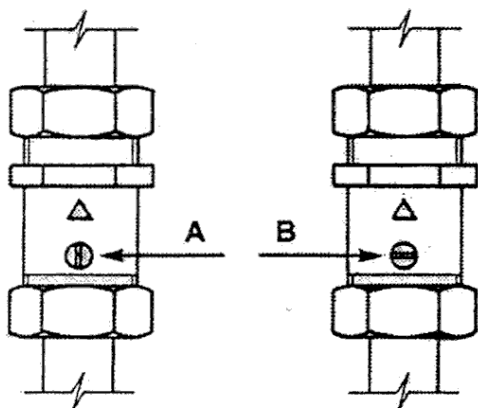

fig. 20
- Il riempimento della caldaia e del circuito di riscaldamento avviene aprendo il rubinetto di carico impianto e le valvole di ritegno (lato riscaldamento e lato sanitario) ruotando l'apposita vite in posizione trasversale rispetto alla tubazione (vedi fig. 20). Aprire le valvole d'intercettazione, ove presenti; il riempimento deve essere effettuato lentamente per facilitare l'espulsione dell'aria attraverso gli spurghi del circuito.
- Completato il riempimento riportare le viti delle valvole di ritegno in posizione normale (vedi fig. 20)
Procedere allo svuotamento del circuito di riscaldamento tramite l'apposito rubinetto, assicurarsi che la valvola di ritegno del circuito di riscaldamento sia aperta (ruotare la vite trasversalmente alla tubazione vedi fig. 20).